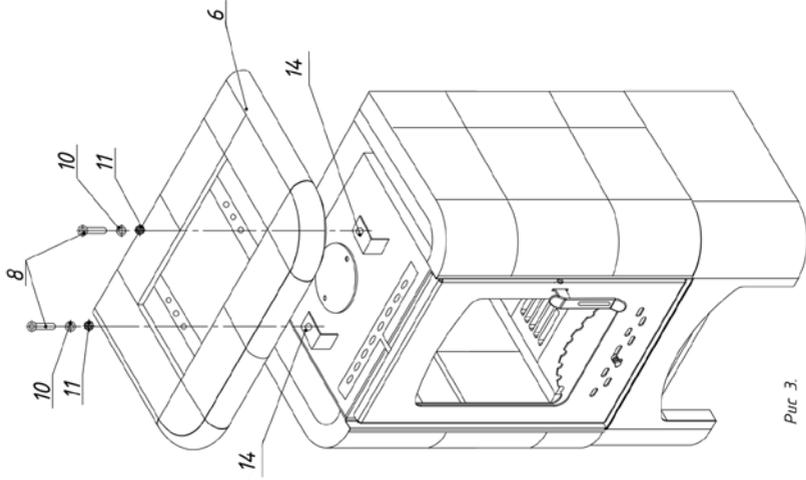

Рис. 3.
3. Верхняя панель 6 крепится к кронштейнам 14 винтами 8 и фиксируется шайбой и гайкой 10, 11 (Рис. 3)